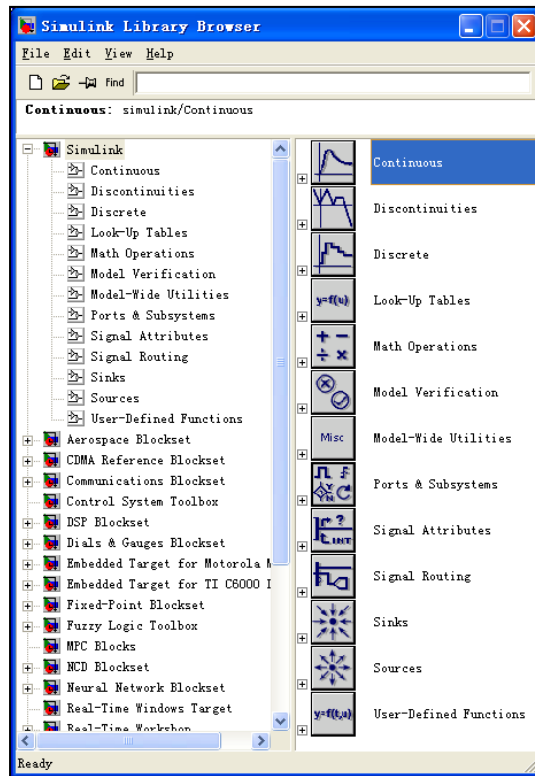

图 7.1 Simulink 界面
- (1) 在 MATLAB 的命令窗口运行 `simulink` 命令，或单击工具栏中的  图标，就可以打开 Simulink 模块库浏览器(Simulink Library Browser) 窗口，如图 7.1 所示。
- 在图 7.1 的 Simulink 模块库浏览器窗口选择菜单 “File” → “New” → “Model”，或者单击工具栏的  图标。
- 在图 7.1 的 Simulink 模块库浏览器窗口选择菜单 “File” → “Open...” 或者单击工具栏的  图标打开 “.mdl” 文件。